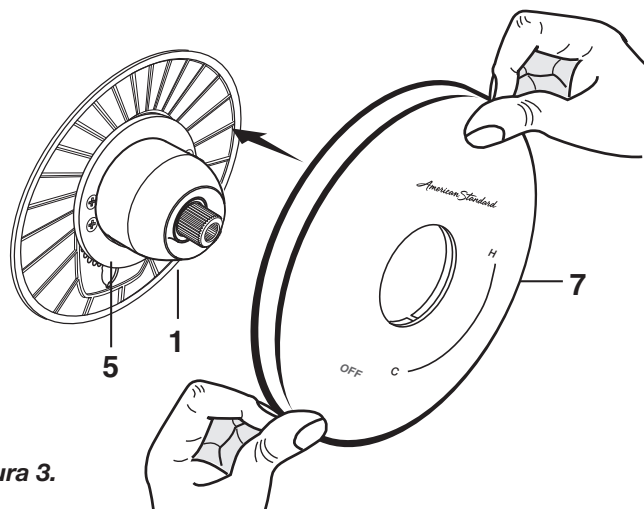

Figura 3.
- **Figura 3.** Instale el CHAPETÓN (7) en la TAPA (1) y empuje para alinearlos con la pared terminada. El CHAPETÓN (7) encajará bien en el SOPORTE DEL CHAPETÓN (5).